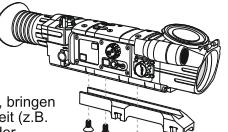

Abb.1
- Mittels des Sechskantschlüssels und der Schrauben ist die Schiene an den Zielfernrohrsockel anzuschrauben (s. Abb. 1).